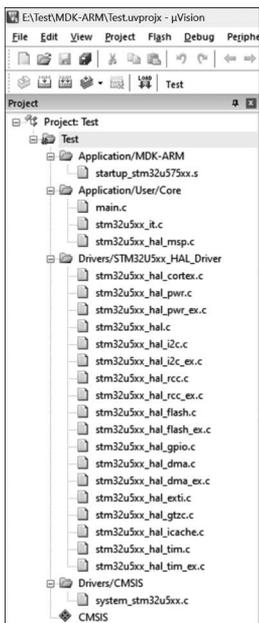

图 3.42 工程文件
(1) 在打开的工程中,左侧为引入工程的文件,如图 3.42 所示。startup_stm32****.s 文件为单片机上电后执行的第一段程序,大致分为几个步骤:初始化堆栈指针(SP)、初始化程序计数器(PC)、初始化中断服务程序(ISR)向量表、跳转到__main。system_stm32u5xx.c 文件主要用于系统初始化、系统时钟配置。